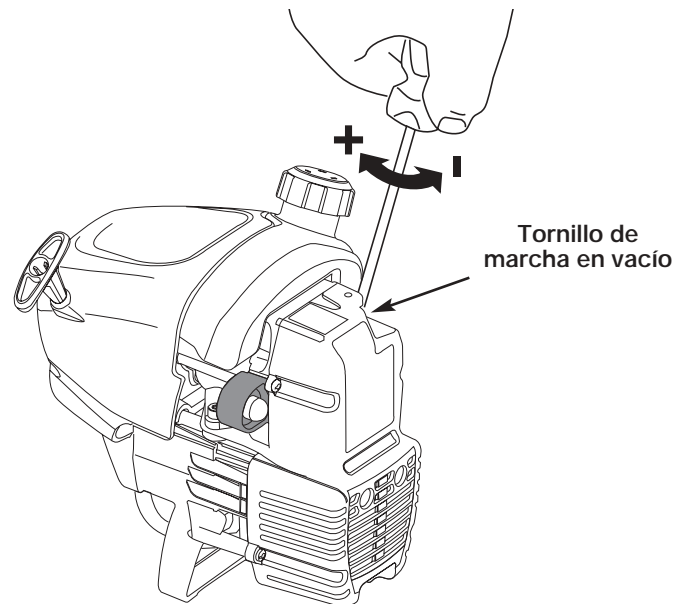

Figure 33
La velocidad lenta del motor puede ser ajustada por la cubierta del silenciador / filtro de aire (Fig. 33).
2. Suelte el gatillo del regulador y deje que el motor funcione en marcha en vacío. Si el motor se para, inserte un pequeño destornillador Phillips o de vástago plano en el orificio de la cubierta del silenciador / filtro de aire (Fig. 33). Gire el tornillo de marcha en vacío en **sentido horario**, de a 1/8 de vuelta por vez (según sea necesario) hasta que el motor funcione marcha en vacío.